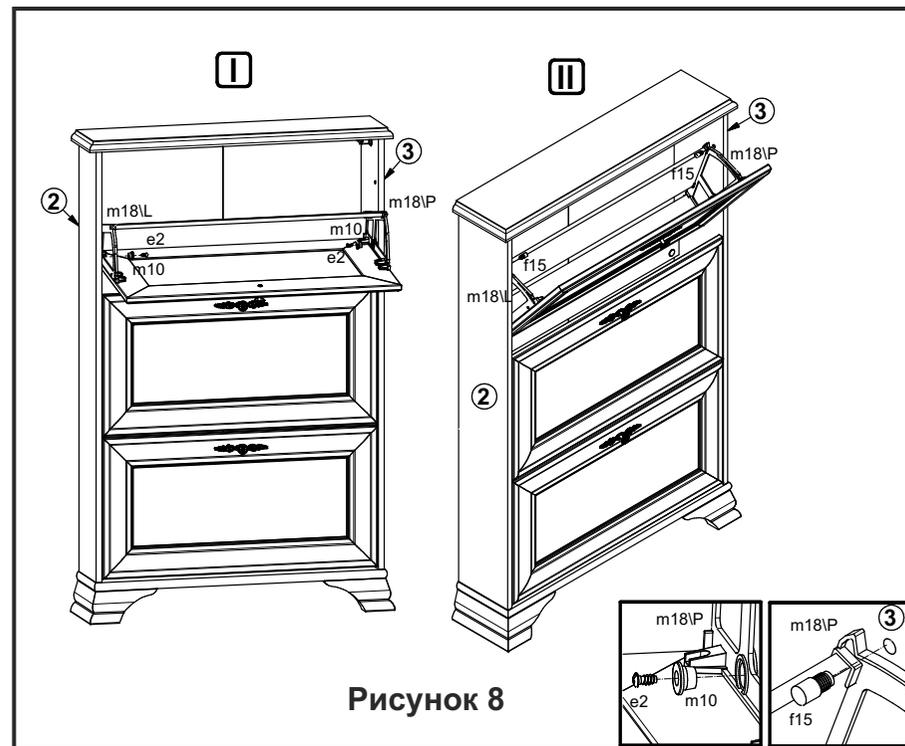

Рисунок 8
- вставить шайбы петли откидной **m10** в шайбы **m11** через отверстия в петлях откидных **m18L** и **m18P** (см.рис. 8);
- закрепить шайбы петли откидной **m10** с помощью шурупов **e2** (см.рис.8);
- в отверстия  $\varnothing 8$  мм на внутренних поверхностях стенок боковых **2, 3** вкрутить ограничитель петли откидной **f15**, как показано на рис. 8.